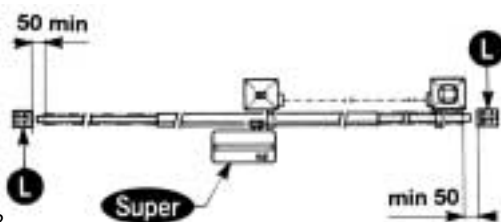

Abb. 2
- Ausser der elektrischen und mechanischen Endscharter, die mit der Steuerung verbunden werden ist es ratsam einen festen Endanschlagpunkt am Boden zu befestigen. Der im gegebenen Fall einer Fehlfunktion der elektronik den Antrieb mit seinen kinetischen und statischer Groesse zum halten bringt (12)(Bild 2).
Es ist notwendig, am Ende der Führung zwei mechanische Stoppvorrichtungen zu befestigen (12) (Abb. 2).